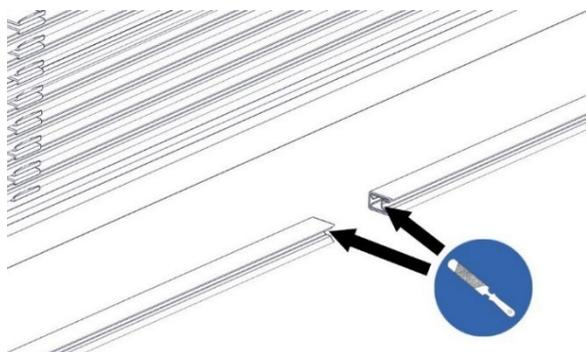

Abb. 95: Schienenenden entgraten
- Die Schienenenden entgraten und von Schmutz (Späne o.Ä.) säubern (siehe Abb. 95).